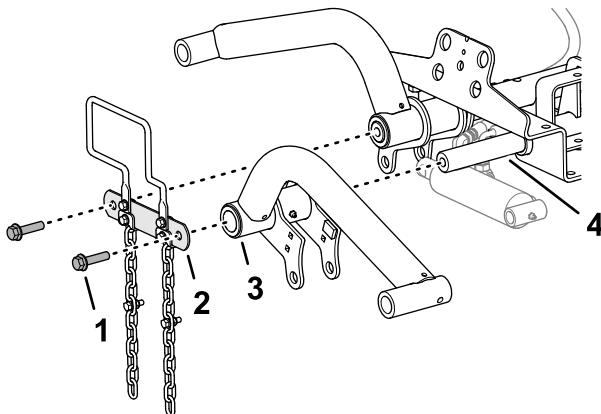

图 11
- 将提升臂组装到提升臂枢轴上如 图 11 所示。
- 使用您在 准备安装提升臂 \(页码 14\) 中卸下的 2 个凸缘平头螺丝 $1/2 \times 2$ 英寸将枢轴连杆组装到提升臂枢轴 图 11。